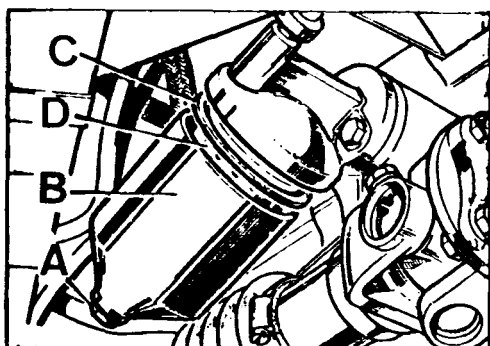

Fig. A1-35 Desmontaje del cartucho filtrante
- 1.2. Desenroscar el perno de fijación, A (Fig. A1-35). Sacar el cuerpo del filtro, B, tirar el aceite existente en éste y el cartucho usado.
- 1.3. Desmontar la junta circular de caucho, C (Fig. A1-35).